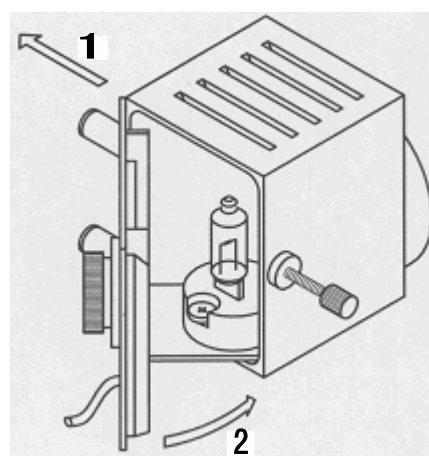

图 6-6 盖上后盖
5. 按箭头 1 所示方向轻推后盖，再按箭头 2 方向回转，盖上后盖。见图 6-6。